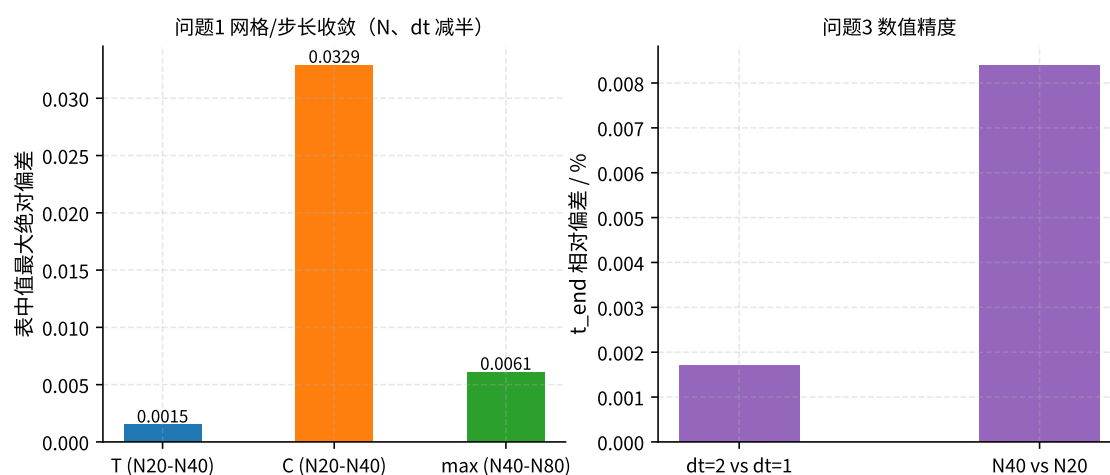

图 13 网格与时间步收敛性检验（左：问题一表值偏差；右：问题三判停时长相对偏差）
数值检验。（1）守恒性：离散水量变化与表面移质积分闭合，相对误差 4.0×10^{-5} ；（2）网格收敛： $N = 20/40/80$ （步长同步减半）下，温度表值最大偏差 0.0015°C ，水分表值除早期（100 s）表面单元存在 0.0329 的 Robin 边界层离散差异外，300 s 后均 ≤ 0.006 ，80 节点结果与 40 节点差 0.0061（见第 9 节 第 9.2 小节与图 13）；（3）单调性：各点温度单调上升且不超风温，水分单调下降。
模型检验。（1）判停稳定性： $\Delta t = 2$ s 时 $t_{\text{end}} = 59274.0$ s，与主算例差 +0.0017%； $N = 40$ 、 $\Delta t = 0.5$ s 时 +0.0084%（图 13）；（2）单调性： C 随 r 单调不增、随 t 单调下降在
模型检验。 (1) 几何一致性： $R(0) = 2.000$ cm、 $R(t_{\text{end}}) = 1.2107$ cm 与附件 2 同位值偏差 < 0.001 cm；(2) 单调性： C 随 r 单调不增、判停时刻唯一；(3) 网格收敛： $N = 20$ 与 $N = 40$ 的 t_{end} 差 0.0085%，且随 N 单调（图 13）；(4) 关于守恒口径需说明：动边界点值形式下，定域积分水量残差约 44.9% 属预期——收缩对流按式 15 精确搬运干物质，但点值 C 不再满足定容积分守恒，故该口径下不再以定域守恒为校验项（见第 10 节对局限的讨论），校验改由收敛性、单调性与几何一致性承担。
主算例统一取 $N = 20$ 、 $\Delta t = 0.25$ s。图 13 给出收敛性证据。图 13 左图给出问题一表值的 $N = 20/40/80$ 最大偏差为温度 0.0015 °C、水分 0.0329 kg/kg（后者仅出现在 100 s 的表面单元，系 Robin 边界层首步的离散差异；300 s 后 ≤ 0.006 ， $N = 40/80$ 间差 0.0061）；问题三判停时刻对步长不敏感（ $\Delta t = 2$ s 差 +0.0017%， $N = 40$ 、 $\Delta t = 0.5$ s 差 +0.0084%）；问题四 $N = 20/40$ 差 0.0085% 且随 N 单调收敛（右图及第 8 节）。守恒闭合误差 4.0×10^{-5} 。上述结果表明表格与 xlsx 输出已达到报表精度，截断误差远小于参数不确定度（下一小节）。